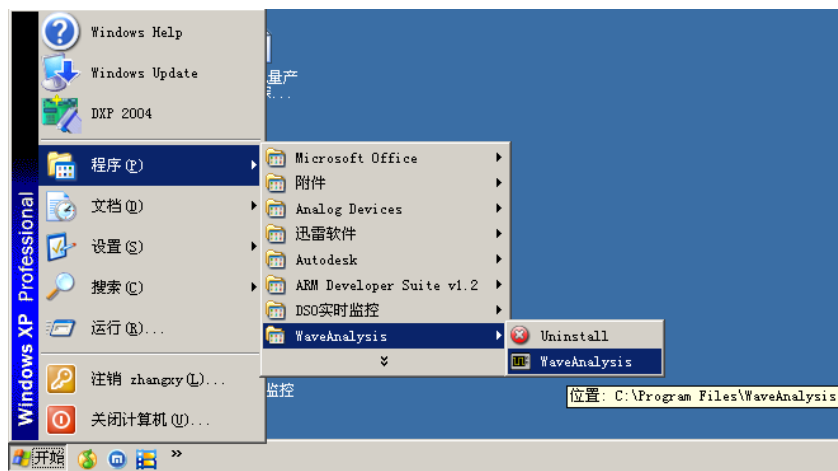

图1-9
2. 另外，您还可以从开始→程序→WaveAnalysis→WaveAnalysis，启动波形分析软件。如图1-9所示：